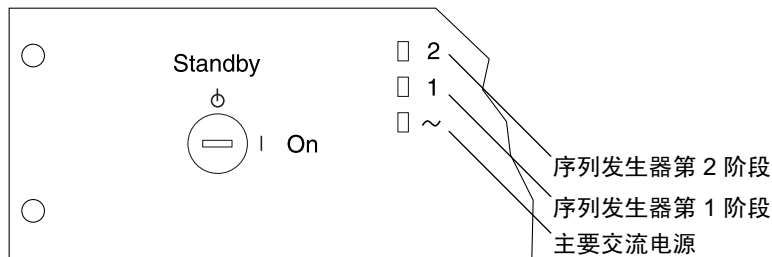

图 4-3 前部序列发生器状态指示灯
6. 将扩充机柜前面的钥匙开关旋转到 On（打开）位置（图 4-3）。